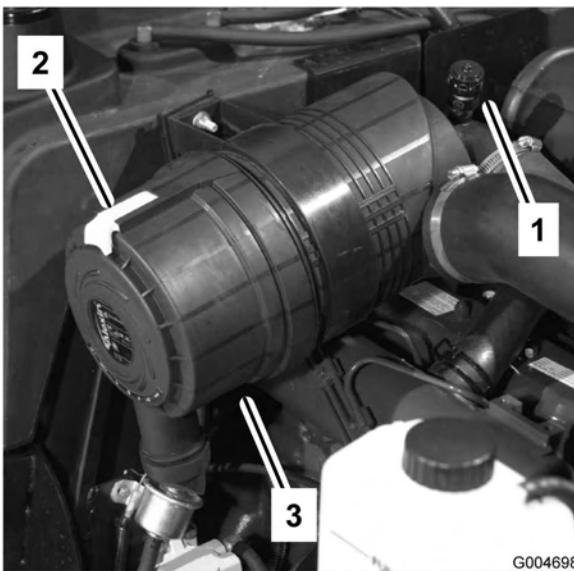

Figura 47
6. Se la spia (Figura 47) è rossa, resettatela.